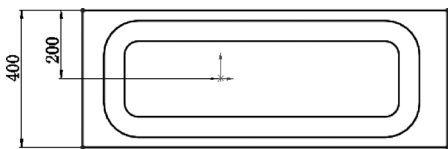

图 9-43 绘制变速箱下箱体底座草图
**1** 绘制矩形。选择菜单栏中的“工具”→“草图绘制实体”→“矩形”命令，或单击“草图”控制面板中的“边角矩形”按钮，绘制装配凸缘的矩形轮廓并标注尺寸，如图 9-43 所示。